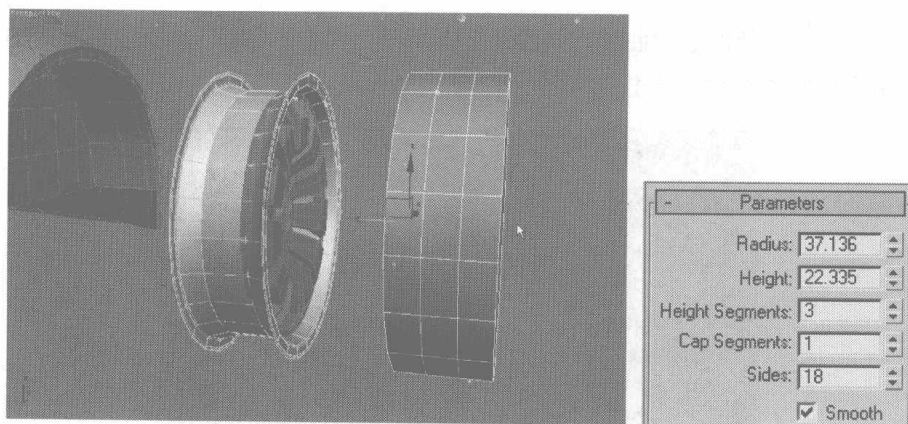

图 7.275
- 33 单击 , 进入创建面板, 单击  按钮, 选择 **Standard Primitives** 类型, 单击 **Cylinder** 按钮, 在 Front 正视图中创建一个圆柱体。在  控制面板下, 调整圆柱体的分段数值, 如图 7.275 所示。